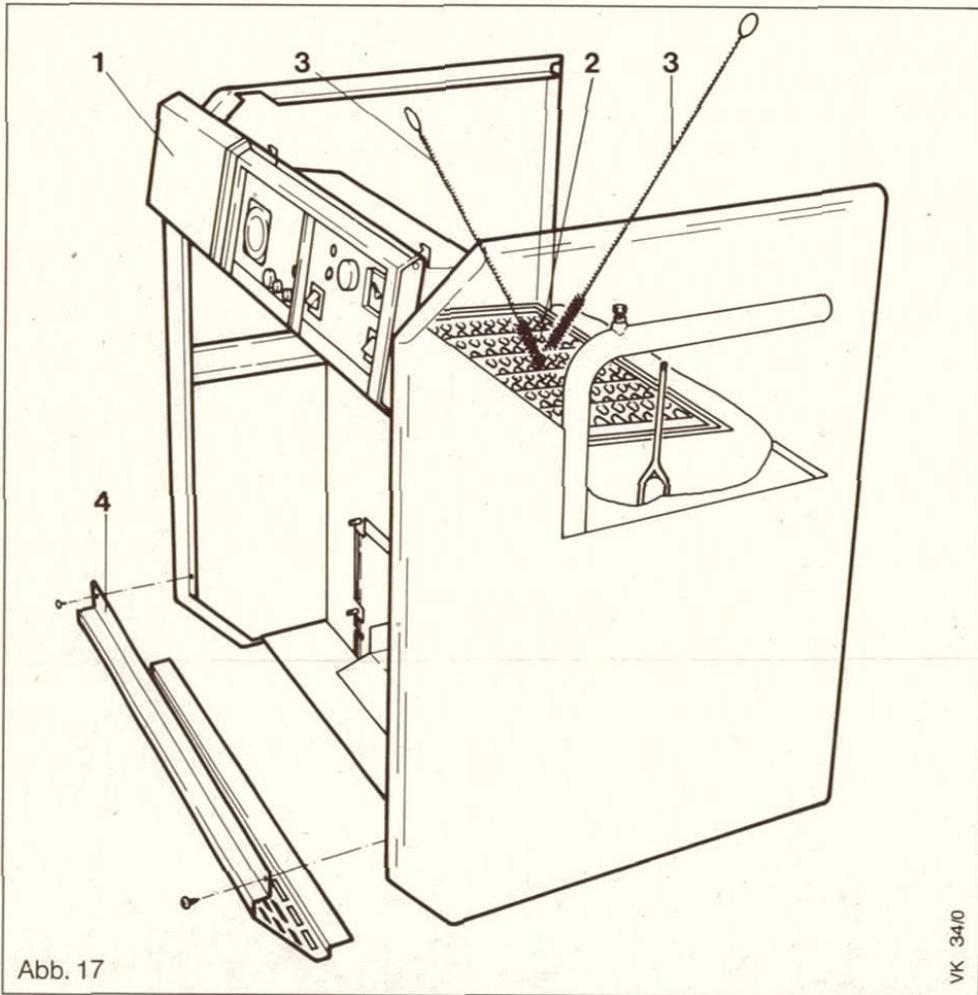

Abb. 17
- Schaltfeld (1) Abb. 17 Seite 35 nach vorne klappen.
- Bitte beachten, nicht auf dem Schaltfeld (1) abstützen und keine schweren Gegenstände darauf ablegen!
- Ist eine Reinigung des Wärmetauschers erforderlich, so muß zum Säubern der Abgaszüge (2) Abb. 17 Seite 35 die Strömungssicherung abgenommen werden.
- Die beiden Befestigungsschrauben der Sockelblende (4) Abb. 17 Seite 35 lösen und Sockelblende abnehmen.
- Die Abgaszüge (2) mit der Reinigungsbürste (3) gründlich säubern. Abb. 17 Seite 35.
- Schaltfeld (1) Abb. 17 Seite 35 wieder einschwenken.
- Die Sockelblende (4) Abb. 17 Seite 35 wieder anbringen und mit den beiden Befestigungsschrauben an den Seitenverkleidungen befestigen.